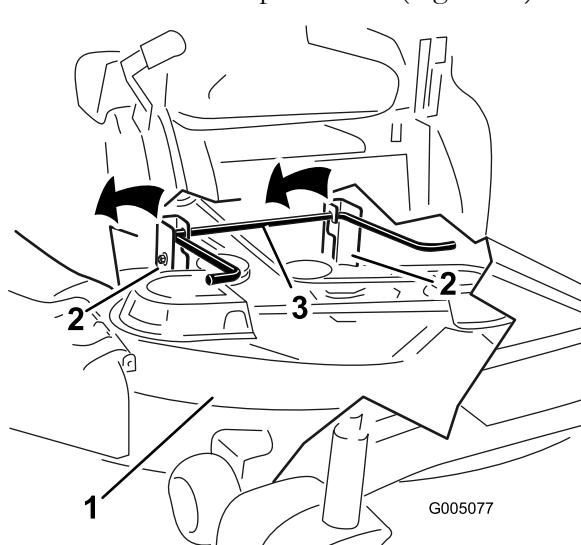

Figure 68
- Soulevez l'arrière du plateau de coupe et guidez les supports sur la tige de levage arrière (Figure 68).